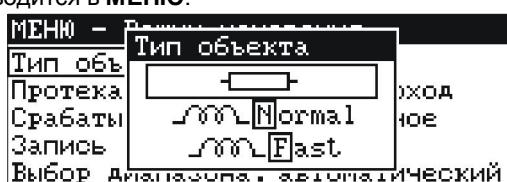

Рис.8. МЕНЮ – Режим измерения
- в следующем окне выбрать заданную опцию (Рис.8)
При выбранном объекте типа активного сопротивления (символ - Рис.8) время действия измерения 3 секунды.
Для зарядки и разрядки объекта индуктивного типа следует выбрать индуктивный тип объекта с нормальным временем измерения (символ Normal - Рис.8).
Для сокращения времени измерения можно выбрать индуктивный тип объекта с быстрым измерением (символ Fast - Рис.8).